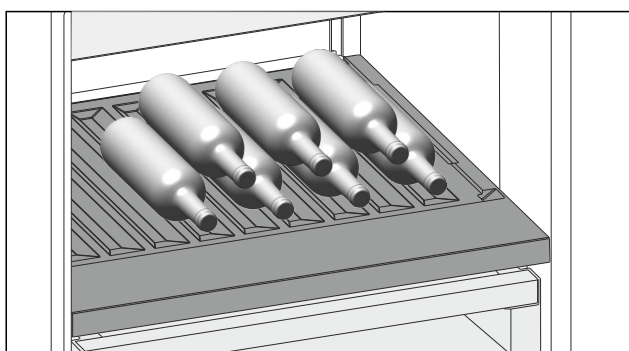

Fig. 147 Ilustrační zobrazení
- ▶ Láhve ukládejte dnem dozadu k zadní stěně. (viz Fig. 147)